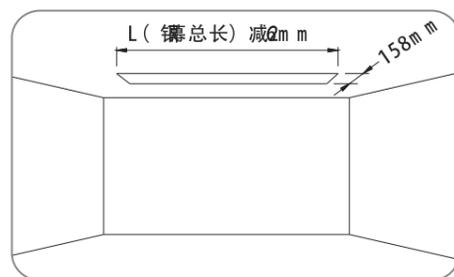
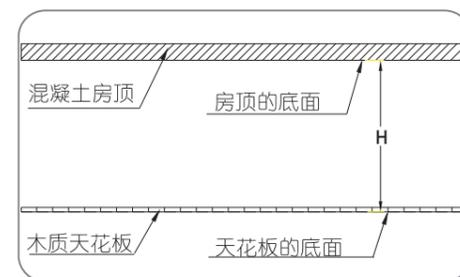

图1
图2
1.选定安装银幕的位置,在该处的天花板上锯开一个长方形的槽,其尺寸按图1所示;准确测量混凝土房顶的底面到天花板的底面高度距离H(图2)